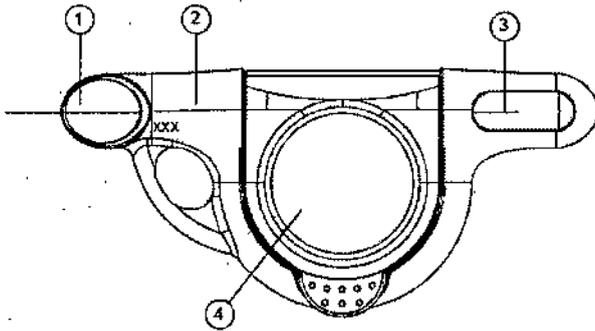

Figura 2. Accionador con la tapa cerrada
9. Conecte el accionador (Figura 2) al extremo proximal de la guía de captura deslizando el extremo proximal de la guía a través de la conexión de tipo embudo de la guía hasta que la guía se detenga y pueda verse a través de la ranura de visualización.